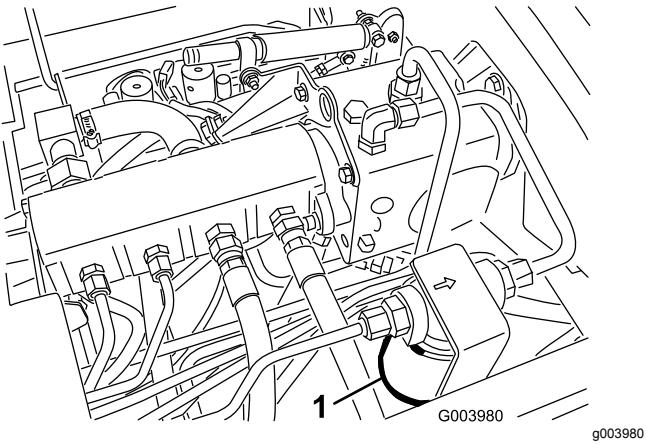
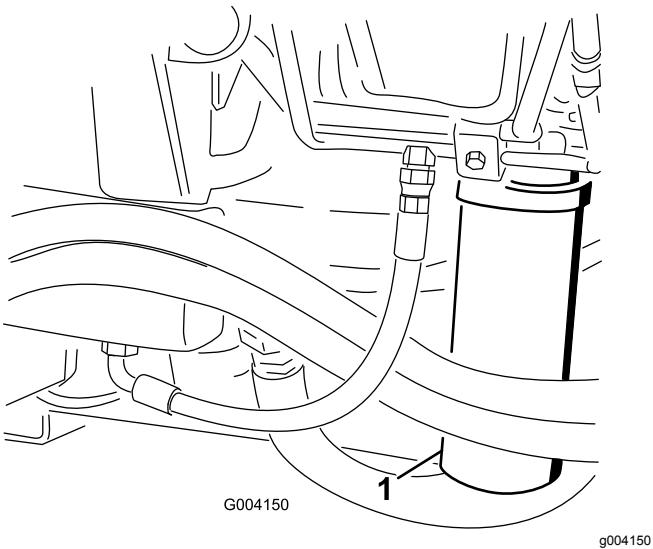

Bild 72
Bild 73
2. Reinigen Sie den Bereich um den Filterbefestigungsbereich und stellen Sie eine Auffangwanne unter den Filter (Bild 72) und (Bild 73).